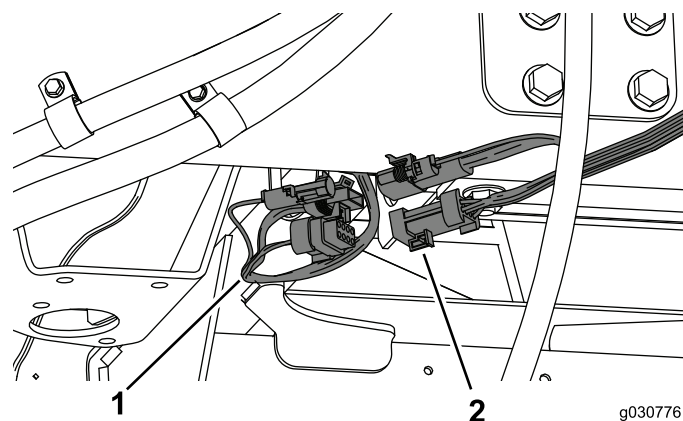

Figura 45
1. Conecte el arnés de cables de la cabina al arnés de cables del lado derecho de la máquina (Figura 45).